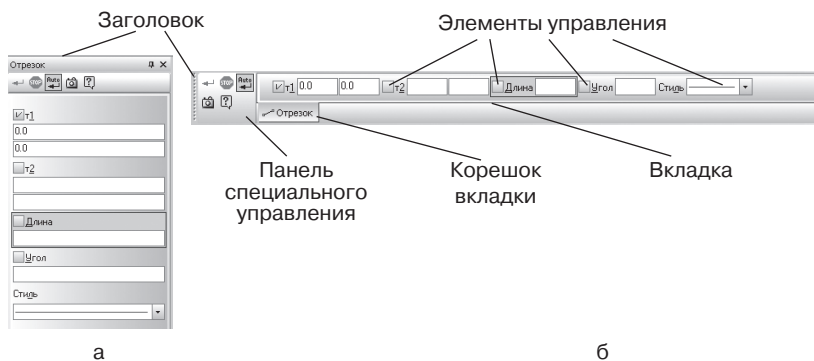

Рис. 17. Панель свойств: а – вертикальная, б – горизонтальная
4. **Панель свойств** служит для ввода параметров и задания свойств объектов при их создании и редактировании (рис. 17). В состав панели свойств входят: